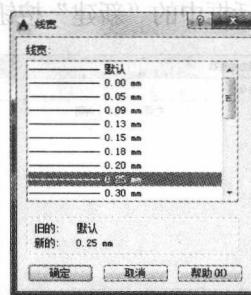

图 1-6 “线宽”对话框
- 在显示边界线层线宽的区域单击，弹出如图 1-6 所示的“线宽”对话框。按照工程制图国家标准的规定，粗实线的线宽取 0.75mm，其他所有对象的线宽取 0.25mm。在“线宽”对话框中选择 0.25mm，单击“确定”按钮。